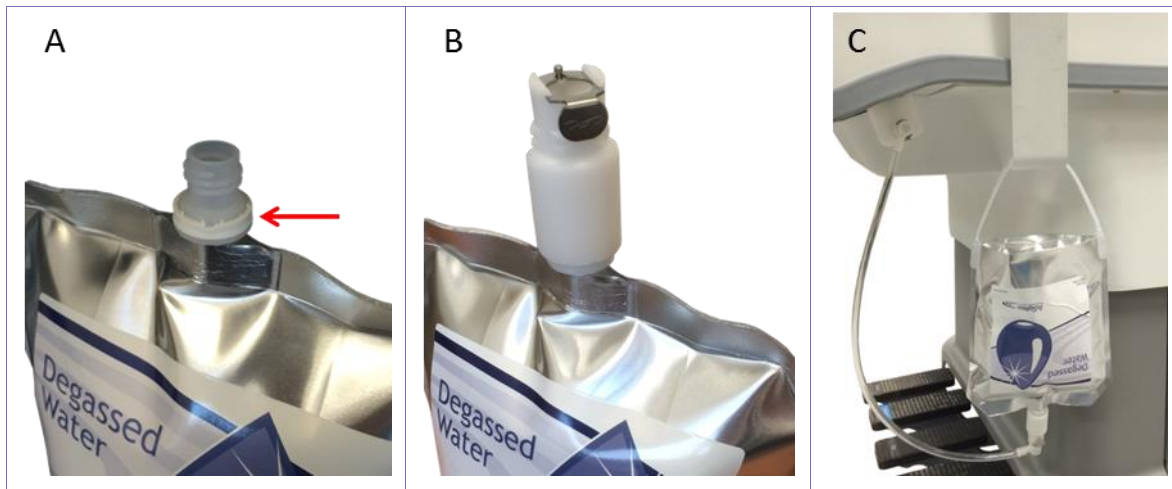

Abbildung 3-2: Exablate Prostate Vorbereitung der Wasserbeutelanschluss
4. Bereiten Sie **eine neue** Wasserbeutel-Baugruppe vor und schließen Sie sie an den Tisch an (siehe Abbildung 3-2):